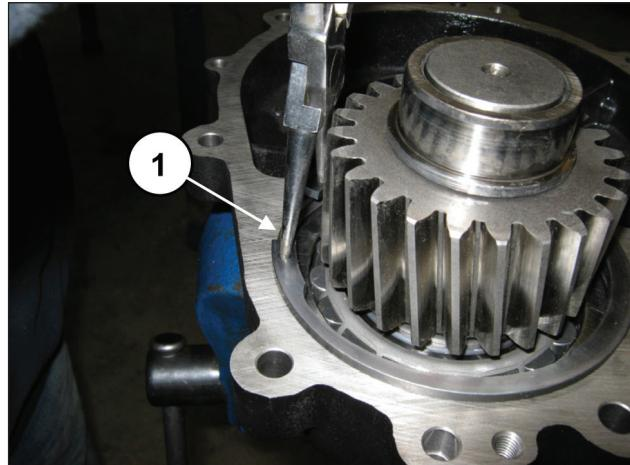

Fig. 88
Insérer le circlip Ø120 (rep. ①, Fig. 88).